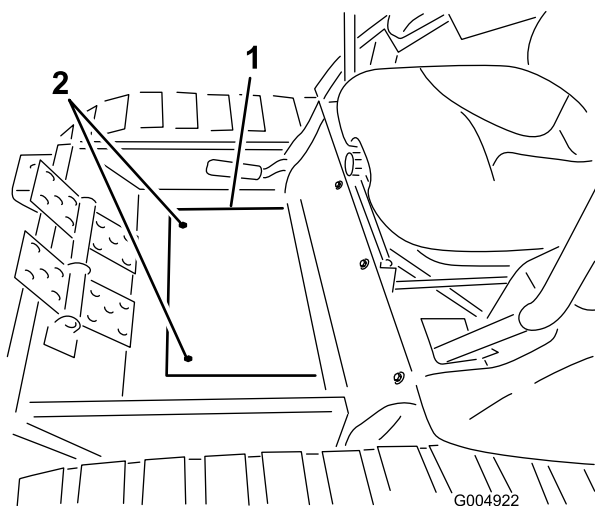

Figure 108
19. Retirez les deux vis qui fixent la plaque couvercle de plancher du cadre d'hiver au plancher et déposez la plaque (Figure 108).